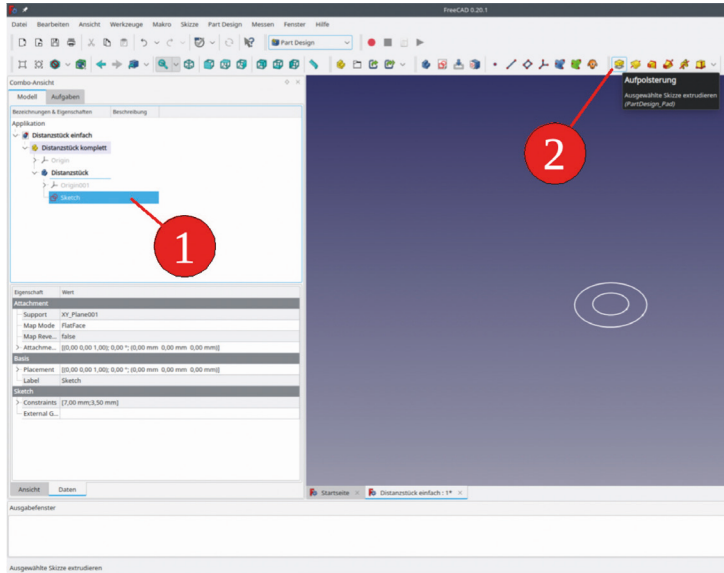

Bild 4-5
**5.** Im 3D-Anzeigebereich erscheint nun die Skizze. Um daraus das Distanzstück entstehen zu lassen, wählen wir nach Markieren der Skizze in der Baumansicht die Funktion "Aufpolsterung - Ausgewählte Skizze extrudieren" aus dem Menü (Bild 4-5).